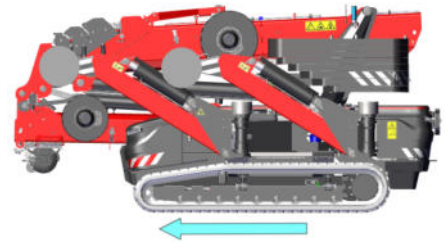

Figura: 31
- La direzione di marcia in avanti è indicata da una freccia (v. *Figura: 31*).